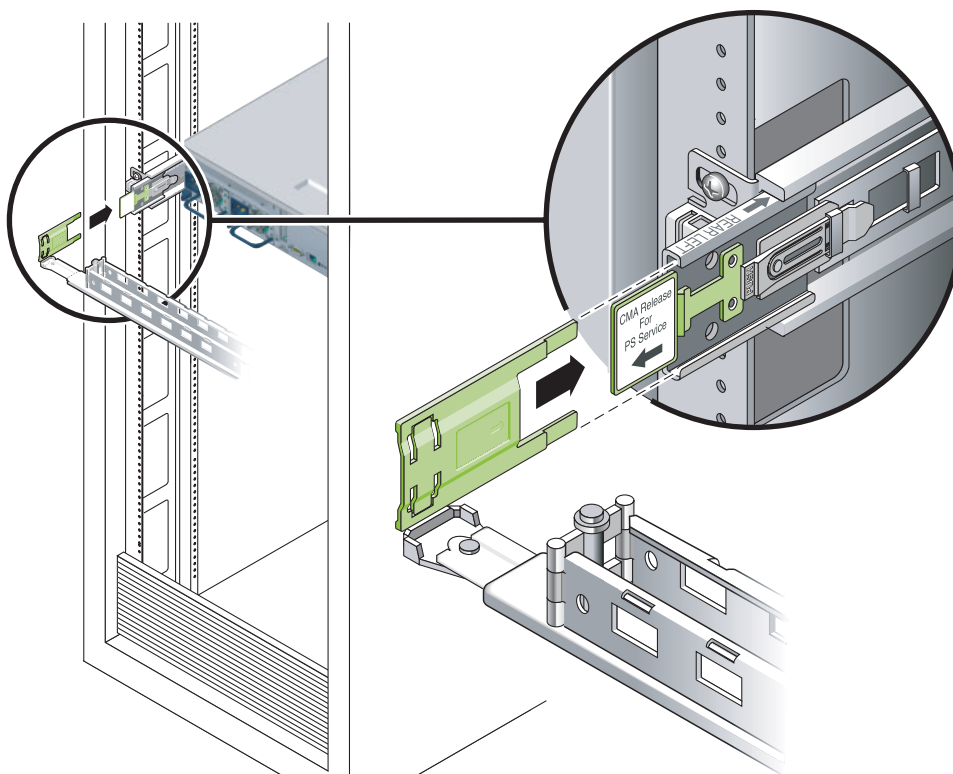

図 3-33 レールの左側の取り付け
4. CMA の左側にあるヒンジ付きのプラスチック製のコネクタを、CMA レール拡張部品に完全に挿入します (図 3-33)。